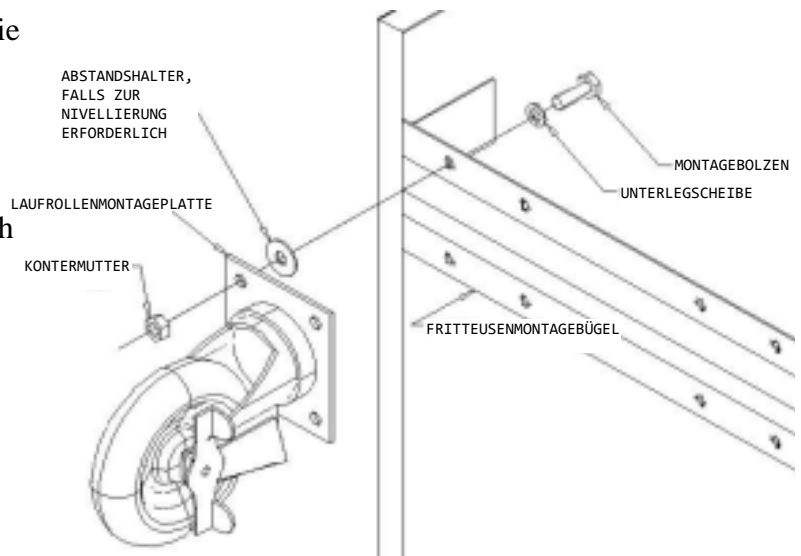

Abb. 4. Typische Laufrolleninstallation
2. Positionieren Sie die Seite der Fritteuse flach auf dem Karton, so dass die unteren Montagebügel der Fritteuse für die Installation der Laufrollen frei zugänglich sind, wie in Abb. 4 dargestellt.
4. Positionieren Sie die Rückseite der Fritteuse auf dem Versandkarton, so dass die Unterseite der Fritteuse mit den Laufrollenmontageplatten frei zugänglich ist (Abb. 4).